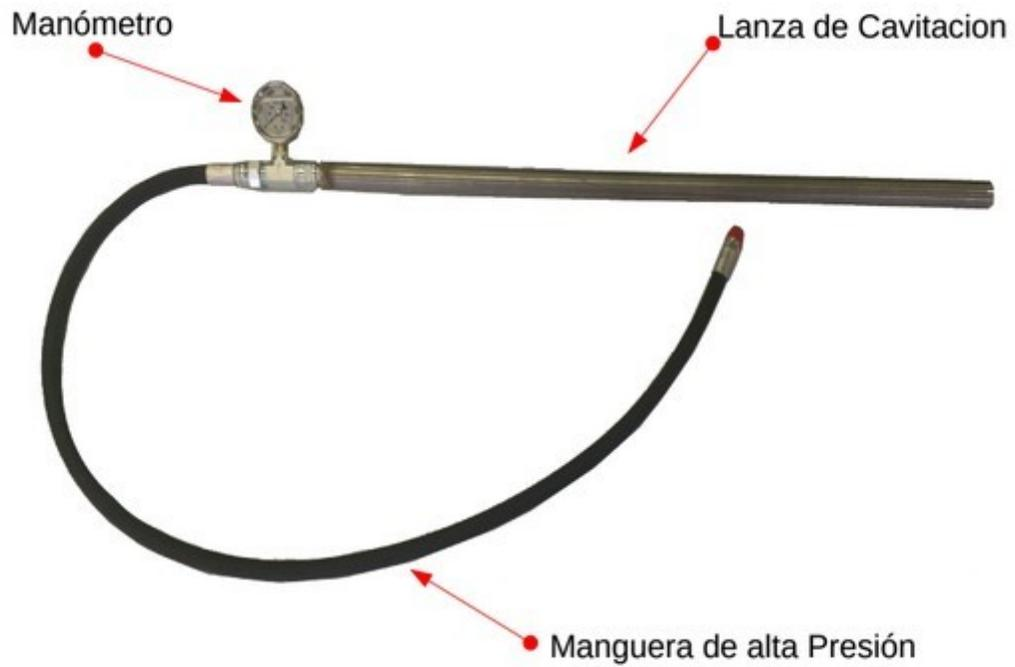

Figura 5.1 - Calibración de lanza de presión
- Conecte el medidor de calibración entre la línea de la manguera principal y la lanza y apriete las conexiones JIC. (Ver Figura 5.1)
- Mantenga la lanza apretada y observe el medidor de calibración (consulte la Figura 5.1).